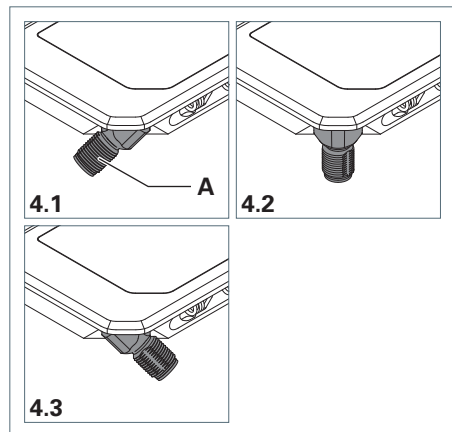

Fig. 4: APE – Stellen des Steckers.
- ▶ Drehen Sie den Stecker **A** in die vorgesehene Stellung, siehe Fig. 4.